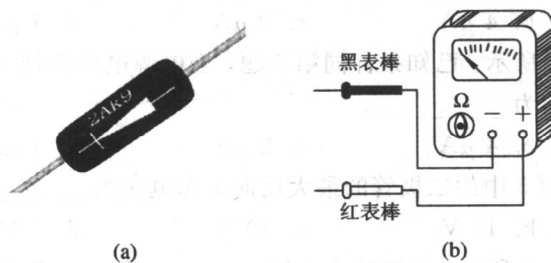

图 1-6
2. 某二极管的管壳标有电路符号, 如图 1-6(a)所示。已知该二极管是好的, 万用表的欧姆挡示意图如图 1-6(b)所示, 请问: